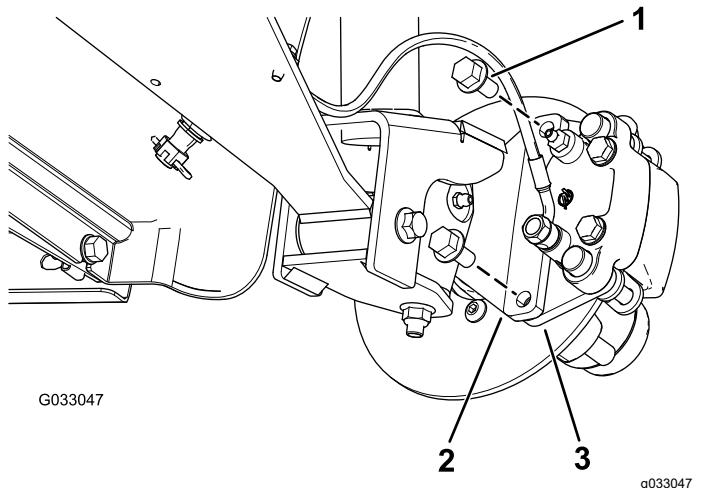

Рисунок 23
- Выверните болты с фланцевыми головками ( $\frac{3}{8} \times \frac{3}{4}$  дюйма), которые крепят кронштейн тормоза в сборе к оси, и отделите тормоз от оси (Рисунок 23).
2. Совместите тормозные колодки с обеих сторон тормозного диска (Рисунок 23) с отверстиями в кронштейне суппорта и отверстиями в креплении тормоза на цапфе (Рисунок 27).
3. Закрепите кронштейн суппорта на цапфе (Рисунок 23) с помощью 2 болтов с фланцевыми головками ( $\frac{3}{8} \times \frac{3}{4}$  дюйма).